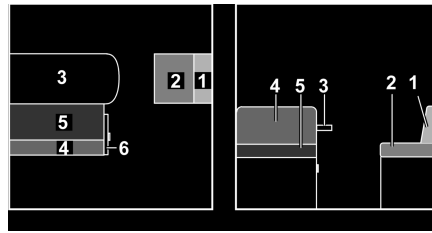

Fig. 131 Avant la transformation
- Agrandir la table (Fig. 131,3) et transformer la table suspendue agrandie en sommier de lit (voir paragraphe 7.7).
- Tirer la poignée et ouvrir le portillon (Fig. 131,6).